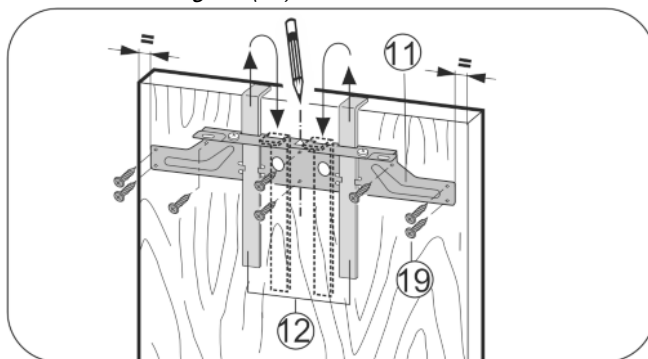

Fig. 26
- Accrocher la traverse de fixation Fig. 26 (11) avec les gabarits de montage Fig. 26 (12) du côté intérieur de la porte du placard.
- Aligner la traverse de fixation Fig. 26 (11) sur le milieu de la porte.
- Visser la traverse de fixation Fig. 26 (11) en utilisant au moins 6 vis Fig. 26 (19).
- Visser la traverse de fixation Fig. 26 (11) en fixant 4 vis Fig. 26 (19) au bord.
- Tirer les accessoires de montage Fig. 26 (12) vers le haut et les enfoncer pivotées dans les trous situés à côté.